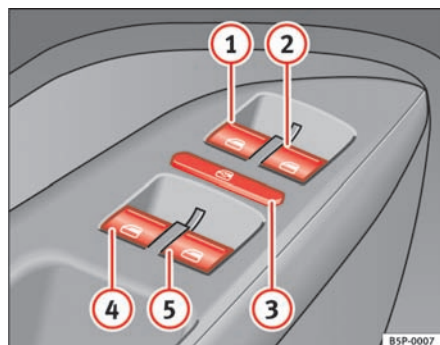

Fig. 69 Udsnit af førerdøren: kontakter til de forreste og bageste elruder
Kontakterne ⇒ side 106, fig. 69 ① og ② har to trin til åbning og to til lukning af ruden. Derved bliver det lettere at styre åbningen og lukningen.